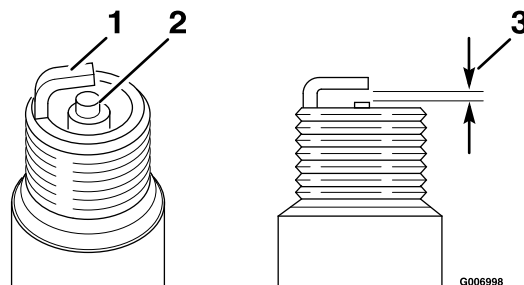

Figura 32
5. Ajuste el hueco entre los electrodos a 0.76 mm (0.030") (Figura 32).